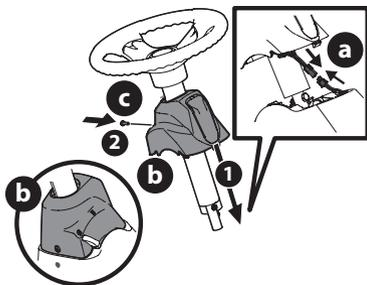

Figura 3
- Extraiga el tornillo de montaje de la tapa del pedestal instalado en fábrica (c) y ubicado en la consola de dirección del montable. Guarde el tornillo para uso posterior (Figura 3).
- Conecte los terminales del cable del faro (a) (si está presente). Deslice la tapa del pedestal (a) sobre el (montable) y rótlela ligeramente a la derecha para calzarla en su lugar. Sujete la tapa del pedestal (b) con el tornillo (c) que extrajo antes (Figura 3).